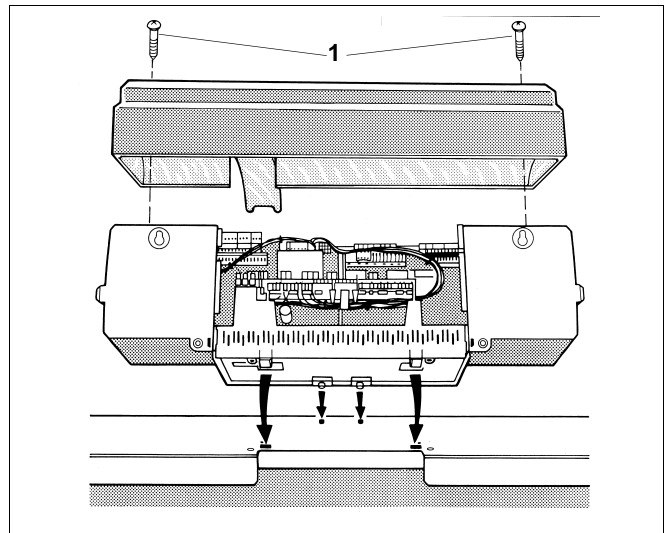
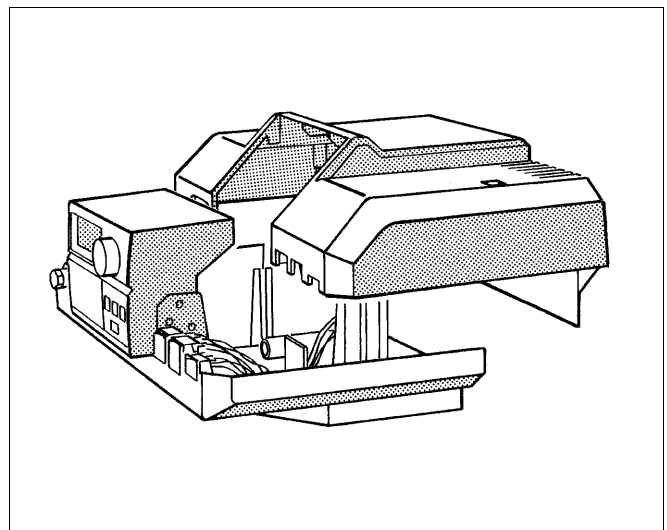

Abb. 13 Regelsystem Logamatic 4000 montieren
Abb. 14 Regelsystem Logamatic 20000 montieren
- Die beiden Schrauben (Abb. 13, **Pos. Pos. 1**) von oben aus der Klemmenabdeckhaube herausdrehen und Haube abnehmen.
- Regelgerät leicht nach vorne kippen und so aufsetzen, dass sich die Einschiebehaken vorne in die ovalen Bohrungen einführen. Regelgerät nach vorne schieben und hinten abkippen, bis die beiden elastischen Haken rechts und links einrasten (Pfeile-Abb. 13).
- Klemmenabdeckhaube aufsetzen und mit 2 Blechschrauben verschrauben (Abb. 13 u. Abb. 14).